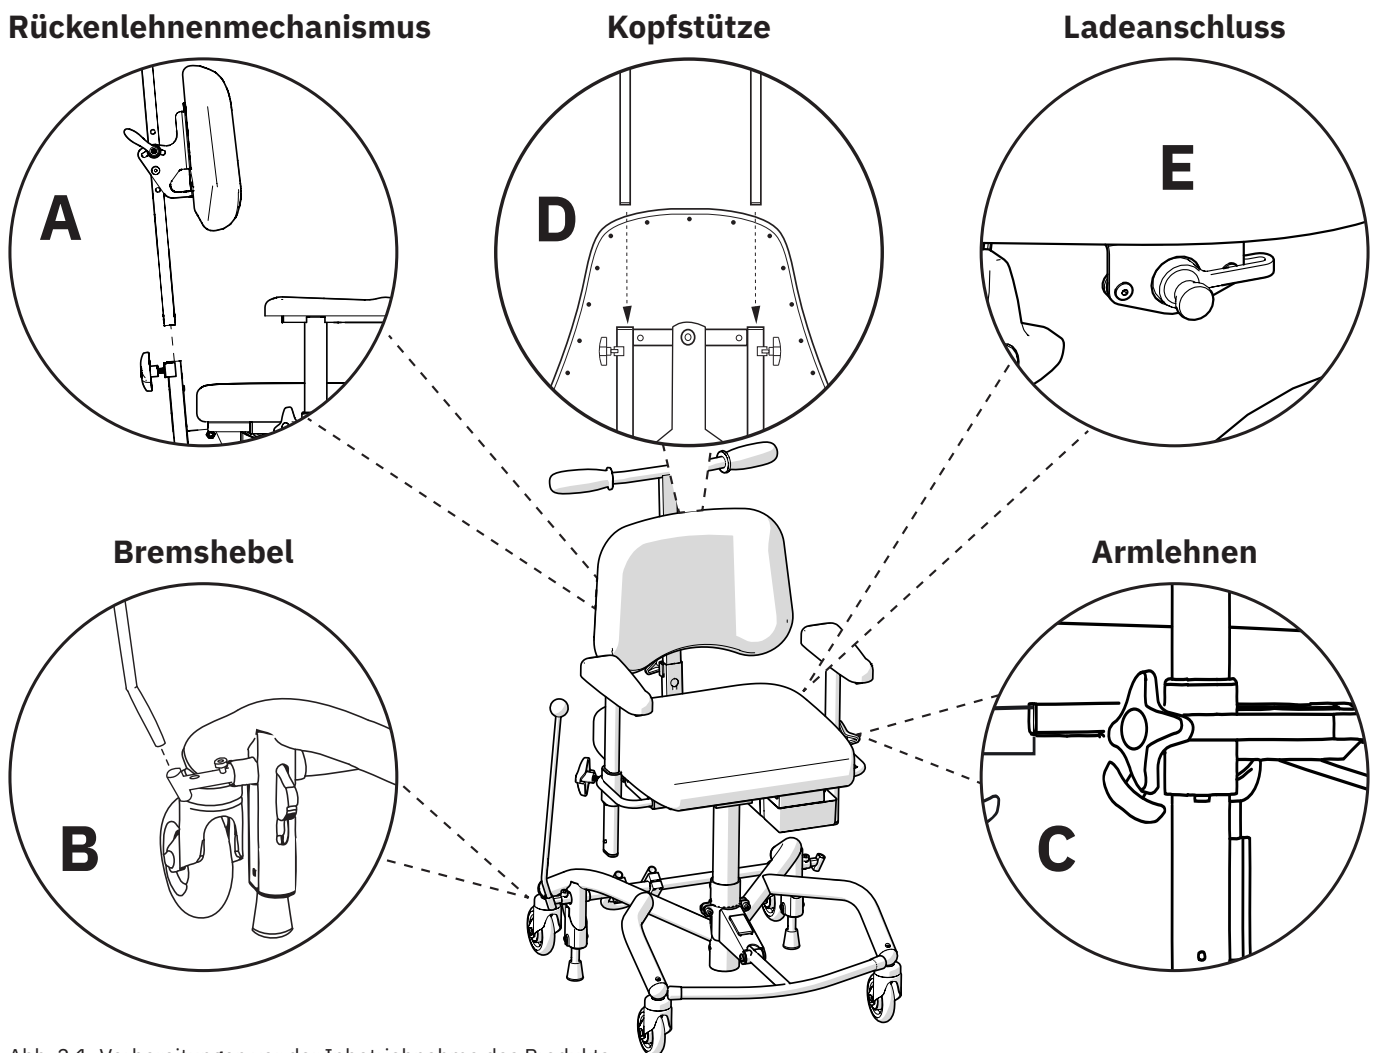

Abb. 2.1. Vorbereitungen vor der Inbetriebnahme des Produkts.
Setzen Sie das Rohr der Rückenlehne in den Rückenlehnenmechanismus (A) ein und stellen Sie die gewünschte Höhe ein, siehe Abb. 2.1. Ziehen Sie sämtliche Handschrauben (A) fest.
Wenn die Fußbremse verwendet werden soll, wird empfohlen, den Bremshebel nicht zu montieren. Soll die Handbremsfunktion verwendet werden, ist der Bremshebel wie folgt anzubringen: Stecken Sie den Bremshebel in die Bremshebelhalterung (B), siehe Abb. 2.1. Der Bremshebel kann auf der rechten oder linken Seite montiert werden.
Lösen Sie die Handschrauben an den Armlehnen (C) und stellen Sie die gewünschte Höhe und Breite ein, siehe Abb. 2.1. Ziehen Sie sämtliche Handschrauben (C) fest.
Sofern das Produkt mit einer Kopfstütze geliefert wird, stecken Sie den Kopfstützenmechanismus in die Halterung an der Rückenlehne (D) und stellen Sie die gewünschte Höhe ein, siehe Abb. 2.1. Ziehen Sie sämtliche Handschrauben (D) fest.
Vor dem erstmaligen Gebrauch muss der Akku aktiviert und/oder geladen werden. Dazu wird das Akkuladegerät am Ladeanschluss des Produkts und an eine Wandsteckdose (E) angeschlossen, siehe Abb. 2.1. Die Ladebuchse kann an verschiedenen Stellen des Produkts montiert werden. In den meisten Fällen wird das Produkt mit der Ladebuchse an der Rückseite unter dem Sitz geliefert.